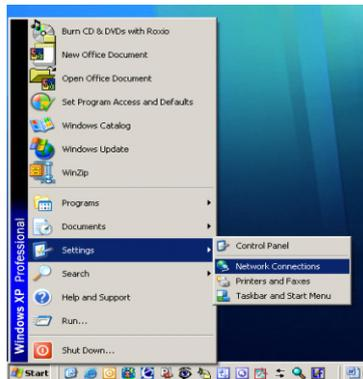

Figura B-4: Acceso a la pantalla "Conexiones de red"
- El PC y el IND900 deben tener una dirección IP unívoca. Las direcciones IP deben coincidir si la máscara subred es 255, pero pueden diferir si la máscara subred es 0. Véase el ejemplo de la Tabla B-1 y la Figura B-4 (abajo).
- En Windows, haga clic en Inicio | Panel de control | Conexiones de red (Figura B-4).